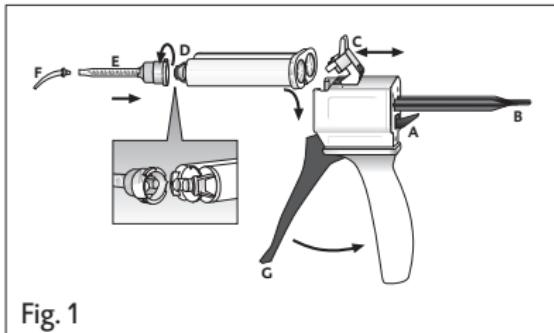

Fig. 1
1. Den Hebel [Fig. 1, Pos. A] an der Rückseite des Automix-Dispensers nach oben drücken und den Schieber [Fig. 1, Pos. B] vollständig zurückziehen.
2. Kunststoffriegel [Fig. 1, Pos. C] nach oben klappen, die Kartusche einsetzen und mit dem Kunststoffriegel [Fig. 1, Pos. C] arretieren.
1. Kartuschenkappe [Fig. 1, Pos. D] oder benutzte Mischkanüle nach Drehung um 90° gegen den Uhrzeigersinn abziehen und verworfen.
2. Neue Mischkanüle [Fig. 1, Pos. E] aufsetzen.
4. Intraoral-Tip [Fig. 1, Pos. F] aufsetzen.
- ▶ Das Material durch Betätigen des Hebels [Fig. 1, Pos. G] am Automix-Dispenser in der Mischkanüle mischen und direkt applizieren.
2. Kunststoffriegel [Fig. 1, Pos. C] nach oben klappen und die Kartusche entnehmen.